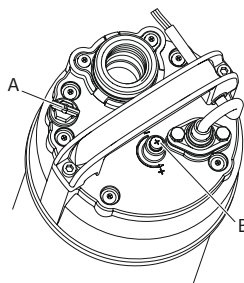

Fig. 6: Επάνω τμήμα αντλίας
**ΕΙΔΟΠΟΙΗΣΗ:** Η αντλία διαθέτει μια βάνα στο επάνω μέρος του κελύφους για την αυτόματη εξαέρωση (Fig. 6, θέση **A**). Αυτή η βάνα επιτρέπει στην αντλία να γεμίζει σε σύντομο χρονικό διάστημα.